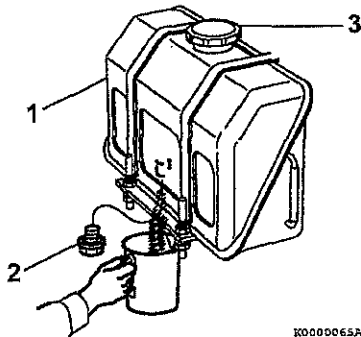

図 6
1. 抜き出された水やごみを集めるため、専用の容器をディーゼル燃料タンク (1, 図 6) の下に置きます。
2. 燃料タンクのふた (3, 図 6) を取り外します。